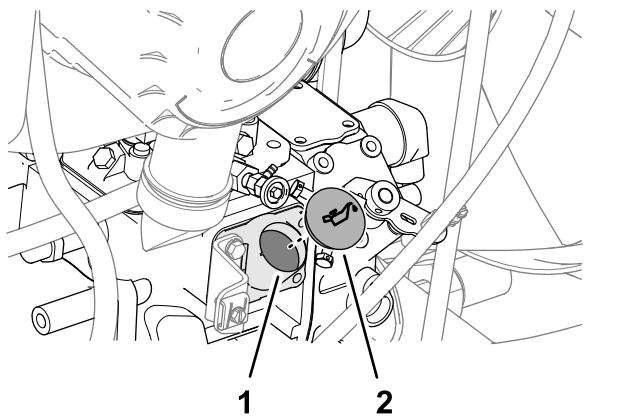

Figure 68
- Si le niveau est trop bas, retirez le bouchon de remplissage (Figure 68) sur le côté droit du moteur, et versez progressivement de petites quantités d'huile en vérifiant fréquemment le niveau, jusqu'à ce que l'huile atteigne le repère maximum sur la jauge.